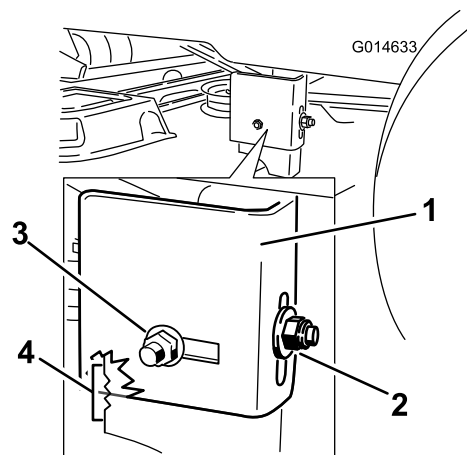

Figura 51
9. Afloje la tuerca de bloqueo trasera de la pletina de suspensión (Figura 51).
10. Afloje la tuerca de bloqueo lateral de la pletina de suspensión lo suficiente para permitir ajustar la barra (Figura 51). Utilice las muescas del soporte soldado para medir la cantidad de ajuste. Cada muesca completa equivale a 6 mm y un solo lado equivale a 3,2 mm (Figura 52). Ajuste la carcasa de corte a la altura deseada.